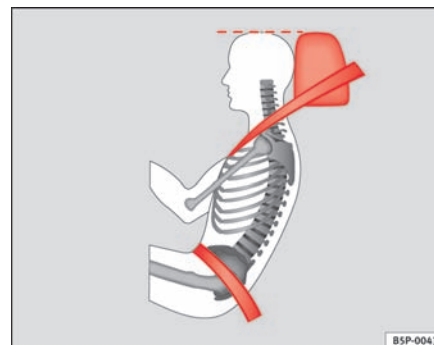

Fig. 13 Korrekt placering af sikkerhedssele og hovedstøtte set fra siden ▶
- Sikkerhedsselens hoftedel skal sidde hen over hofterne og aldrig hen over maven. Sikkerhedsselen skal sidde fladt og tæt ind til hofterne ⇒ side 21, fig. 13. Stram selv selen lidt, hvis det er nødvendigt.